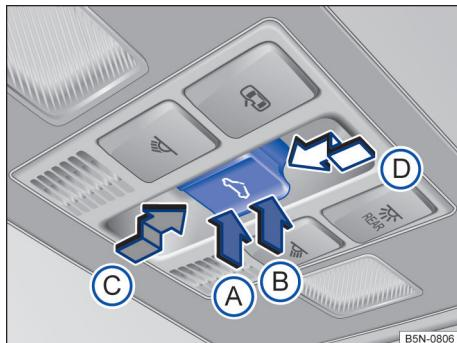

Fig. 73 No revestimento do teto: interruptor para levantamento, abertura ou fechamento do teto de vidro.
- *Ajustar a posição intermediária:* pressionar o botão pela área → Fig. 73 **B** até o primeiro estágio. Função automática: pressionar o botão pela área **B** até o segundo estágio.